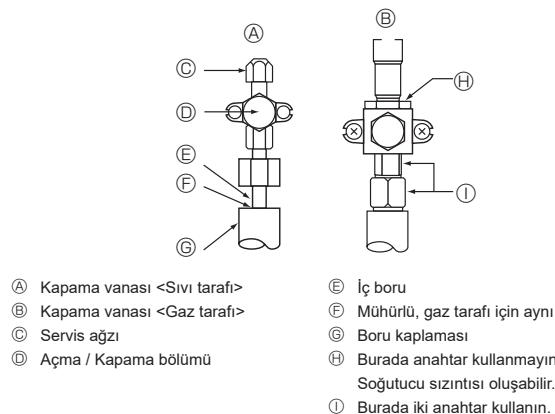

Fig. 4-5
4.4. Soğutucu borusu hava sızdırmazlığı test yöntemi (Fig. 4-5)
- ① 0,5 Mpa'a (5 kgf/cm²G) kadar basınç verin, beş dakika bekleyin ve basıncın düşmediğinden emin olun.
- ② 1,5 Mpa'a (15 kgf/cm²G) kadar basınç verin, beş dakika bekleyin ve basıncın düşmediğinden emin olun.
- ③ 4,15 Mpa'a (41,5 kgf/cm²G) kadar basınç verin ve çevre sıcaklığını ve soğutucu basıncını ölçün.
- Basıncı (2) ve (3) adımda düşerse, gaz kaçığı var demektir. Gaz kaçığının kaynağını araştırın.